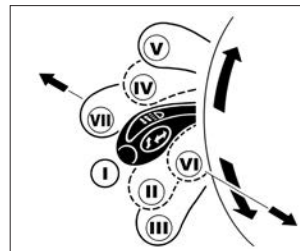

Рис. 32. Рычаг переключателя световой сигнализации
**I (рис. 32) – нейтральное положение.** Включен ближний свет фар, если переключателем наружного освещения включен свет фар.